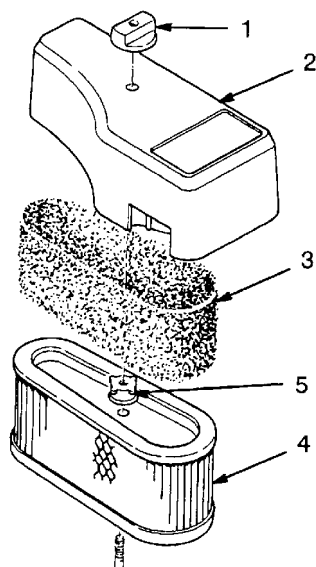

Figure 16
2. Dévissez le bouton et déposez le couvercle du filtre à air (Fig. 16).
3. Glissez délicatement l'élément en mousse hors de l'élément en papier (Fig. 16).
4. Dévissez l'écrou et retirez l'élément en papier (Fig. 16).
2. Glissez délicatement l'élément en mousse sur l'élément en papier (Fig. 16).
3. Enfilez le filtre complet sur la longue tige. Serrez l'écrou fermement (Fig. 16).
4. Reposez le couvercle du filtre à air et le bouton (Fig. 16). Serrez fermement le bouton.